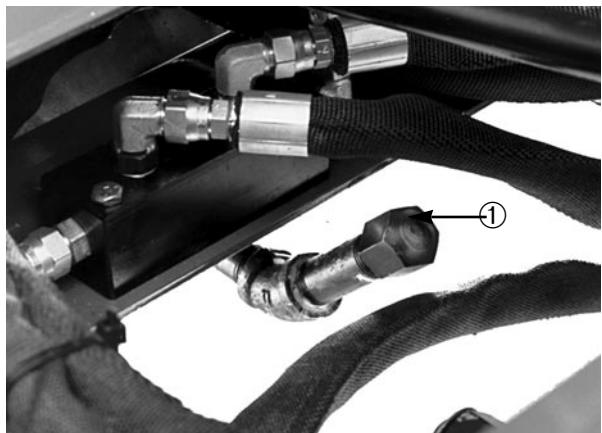

Fig. 5
1. Tappi di verifica (2)
3. Togliere il tappo al centro del ponte e verificare il livello dell'olio. Se è basso, rabboccare fin quando non raggiunge la base del foro (Fig. 5).